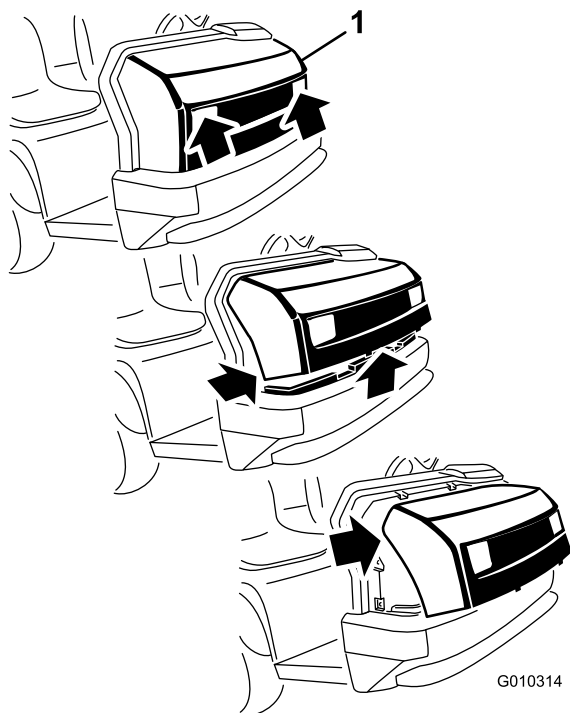

Figura 35
1. Sujete el capó por los orificios de los faros y levántelo para poder liberar las pestañas de montaje inferiores de las ranuras del bastidor (Figura 35).
2. Gire hacia arriba la parte inferior del capó hasta que pueda retirar las pestañas de montaje superiores de las ranuras del bastidor (Figura 35).
3. Gire hacia adelante la parte superior del capó y desenchufe los conectores de cable de los faros (Figura 35).